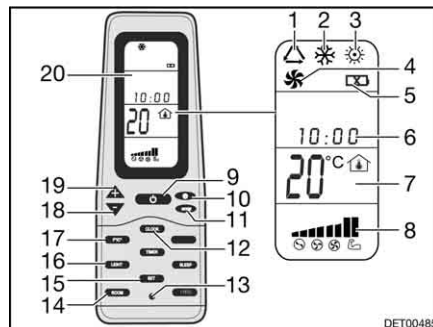

Fig. 172 Telecomando
- Premere il tasto ON/OFF (Fig. 172,9).
- Premere il tasto "Mode" (Fig. 172,11) spesso, finché la modalità desiderata (Fig. 172,1, 2, 3 o 4) viene visualizzata sul display (Fig. 172,20).
- Impostare la temperatura desiderata con i tasti "+" (Fig. 172,19) e "-" (Fig. 172,18).
- Con il tasto velocità dell'aria (Fig. 172,10) selezionare il livello desiderato per la ventola.
Spegnimento: ■ Premere il tasto ON/OFF (Fig. 172,9).